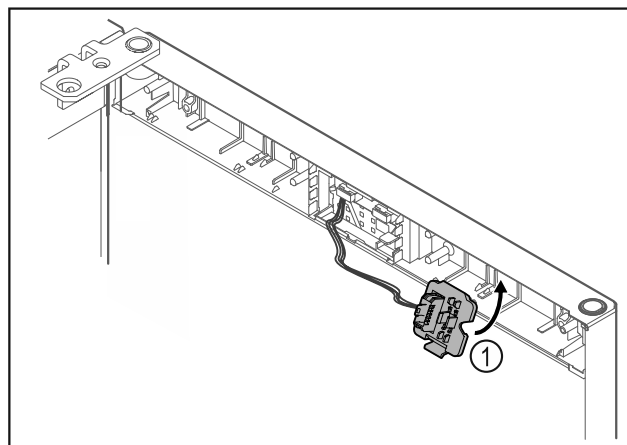

Fig. 22
- ▶ Fixați în poziție suportul fișei Fig. 22 (1) pe partea opusă.